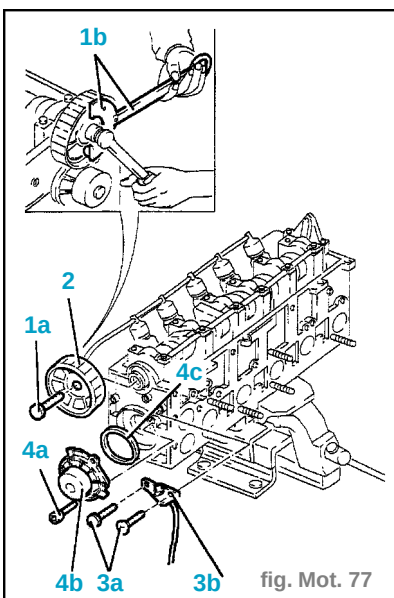

fig. Mot. 77
- Dévisser la vis (1a) de la poulie dentée en utilisant les outils (1b) 1.822.146.000 et 1.822.156.000. (fig. Mot. 77)